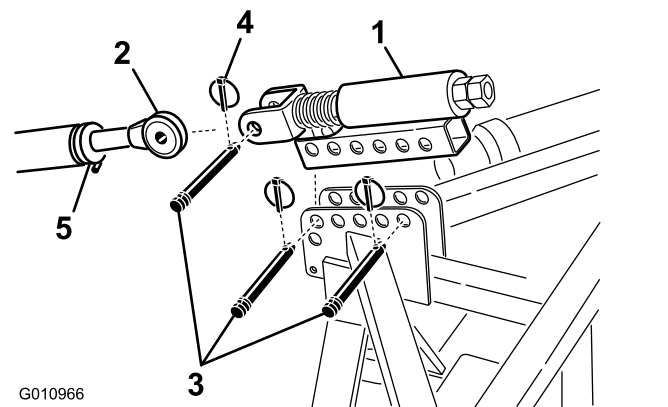

Figure 9
- Montez le bras d'attelage supérieur à ressort sur le support d'aérateur avec deux axes d'articulation et goupilles à anneau (Figure 9)
- Desserrez le contre-écrou sur le bras d'attelage supérieur du tracteur. Réglez la longueur du bras d'attelage supérieur jusqu'à ce qu'il s'aligne sur la chape du bras d'attelage supérieur à ressort de l'aérateur (Figure 9).
- Accouplez le bras d'attelage supérieur du tracteur à la chape du bras d'attelage supérieur à ressort avec un axe de chape et une goupille à anneau (Figure 9).
6. Tournez le bras d'attelage supérieur jusqu'à ce que le ressort soit comprimé d'environ 13 mm (Figure 9).